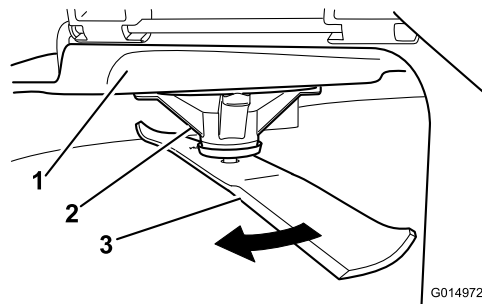

Figura 85
2. Llevando guantes fuertemente acolchados u otro tipo de protección apropiada para las manos, gire la cuchilla lentamente hasta una posición que permita medir la distancia entre el filo de corte y la superficie nivelada en la que descansa la máquina (Figura 85).